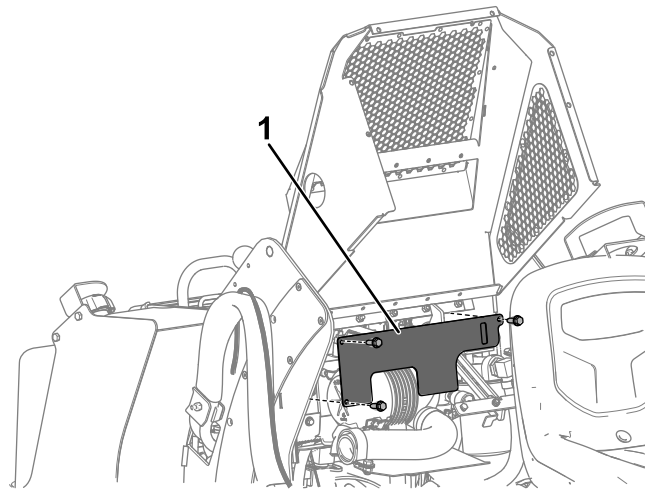

Figura 1
7. Retire la chapa de cierre retirando los 3 pernos que la sujetan en su sitio (Figura 1).